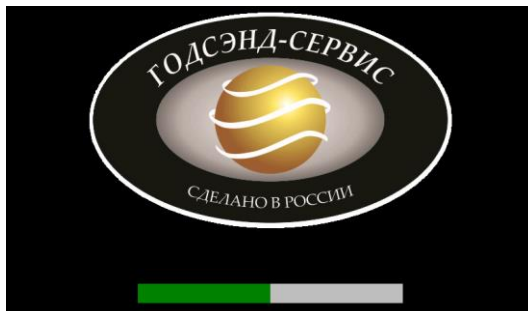

Рисунок 7 – Стартовое окно
9.1.2 При включении питания на экране появляется стартовое окно (рис.7):